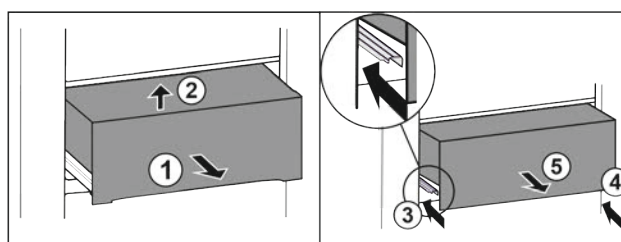

Fig. 28
- ▶ Вытяните выдвижной ящик наполовину Fig. 28 (1).
- ▶ Приподнимите спереди Fig. 28 (2).
- ▶ Вставьте левую направляющую Fig. 28 (3).
- ▶ Вставьте правую направляющую Fig. 28 (4).
- ▶ Извлеките выдвижной ящик движением вперед Fig. 28 (5).